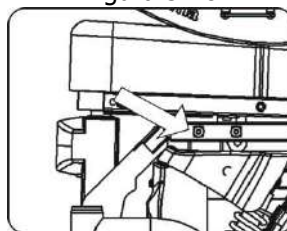

Figura 5-21
- Use una llave Allen número 5 para quitar los 4 tornillos que sostienen la placa del actuador. (Figura 5-21).